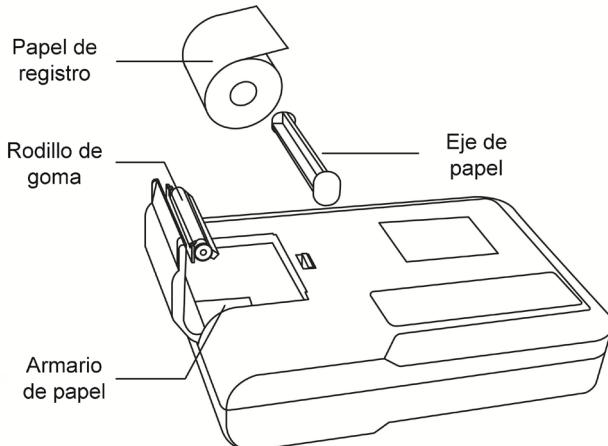

Figura 6-1 Instalación del papel de registro
1. Tal y como se muestra en la Figura 6-1, abra la tapa del armario de papel, saque el eje de papel, introduzcalo en el rollo de papel, como aparece en la imagen. El lado del papel con las rejillas debe estar orientado hacia abajo, y luego instálelo en la posición adecuada en el gabinete de papel.